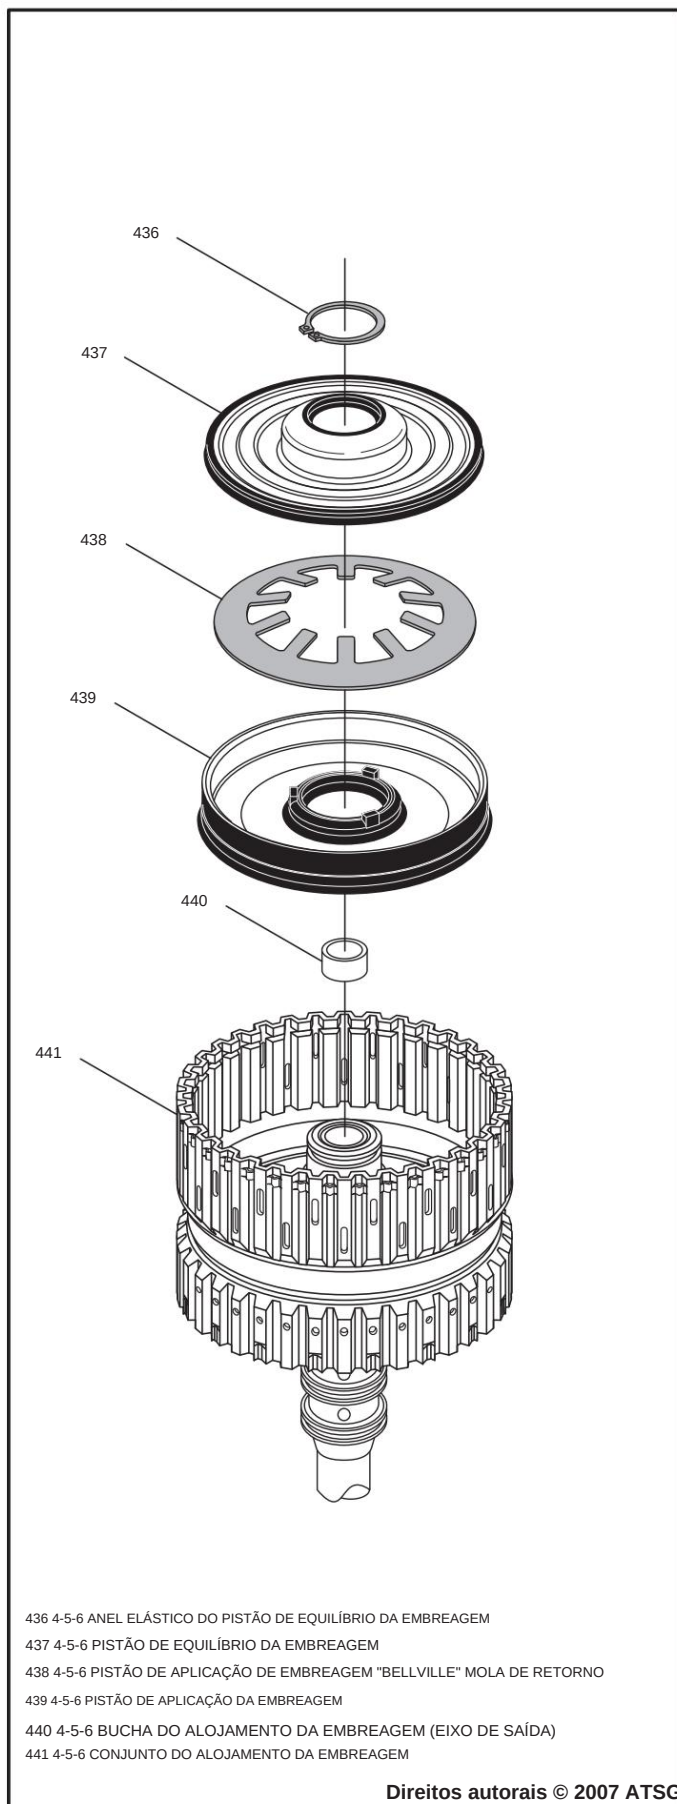

Figura 77
5. Substitua a bucha da carcaça da embreagem 4-5-6 conforme necessário (veja a Figura 77)
6. Lubrifique um pistão de embreagem 4-5-6 novo com uma pequena quantidade de Trans-Jel® em ambas as superfícies de vedação e instale-o no alojamento conforme mostrado na Figura 77, usando um movimento de torção.
7. Instale a mola de retorno do pistão de aplicação da embreagem 4-5-6 tipo "bellville", conforme mostrado na Figura 77, com os dedos voltados para cima.
8. Lubrifique um novo pistão de equilíbrio da embreagem 4-5-6 com uma pequena quantidade de Trans-Jel® em ambas as superfícies de vedação e instale no pistão de aplicação, conforme mostrado na Figura 77, com um movimento de torção.